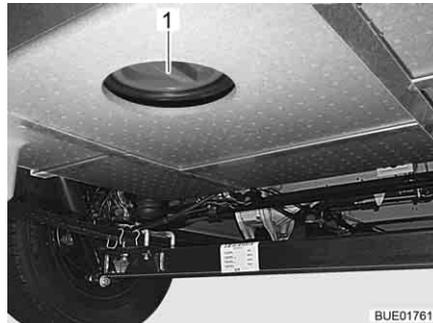

Fig. 230 Orificio de limpieza del depósito de aguas residuales
- Abrir el orificio de limpieza (Fig. 230,1) del depósito de aguas residuales y la llave de desagüe.